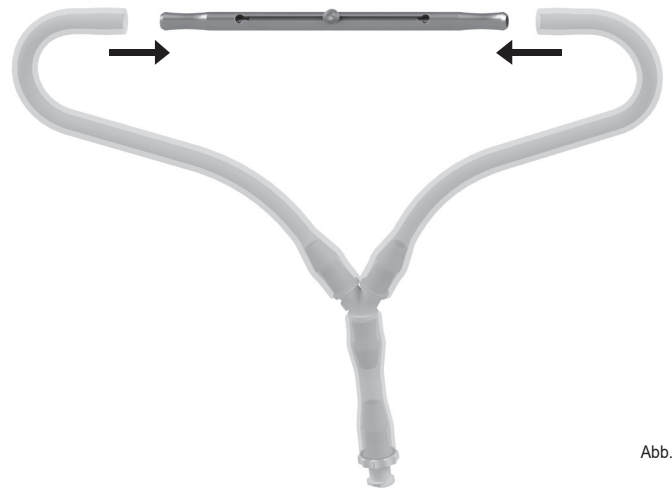

Abb. 4
- Bringen Sie den Reinigungsadapter G-31034 gemäß Abb. 4 an.
- Entfernen sie nach der Reinigung und Desinfektion den Reinigungsadapter in umgekehrter Reihenfolge (siehe Abb. 4).